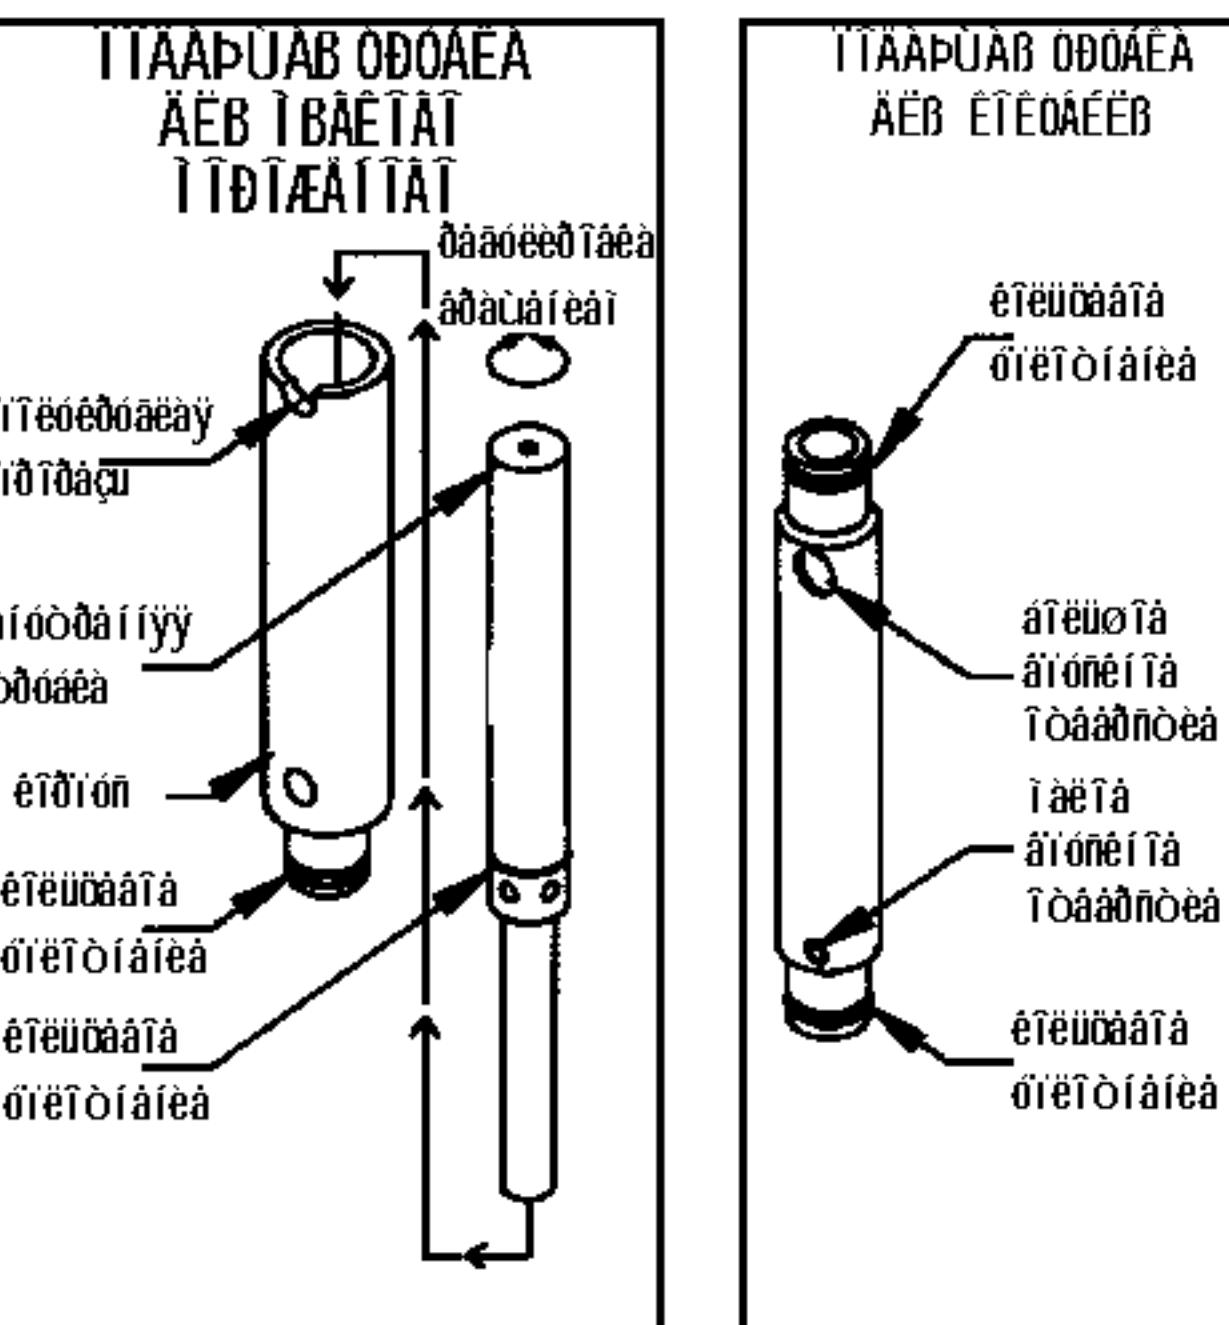

Рис. 22. Узел подающей трубы.
5. Установите кольцевые уплотнения на внутреннюю трубку и трубку, служащую корпусом, узла подающей трубы (рис. 22). Обильно нанесите смазку на оба кольцевых уплотнения. Установите внутреннюю трубку в корпус легким вращательным движением. Поместите собранную подающую трубку на дно ванны для смеси для санитарной обработки. Убедитесь, что смазка не забила впускное отверстие в подающей трубке.